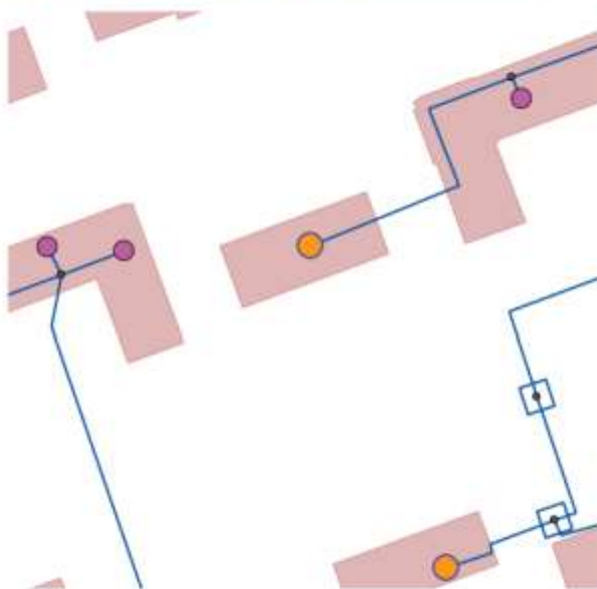

Рисунок 22.12. Пример подключенной тематической раскраски
6. Нажать кнопку ОК, после чего на экране отобразится тематическая раскраска для потребителей. (Рисунок 22.12. «Пример подключенной тематической раскраски»).